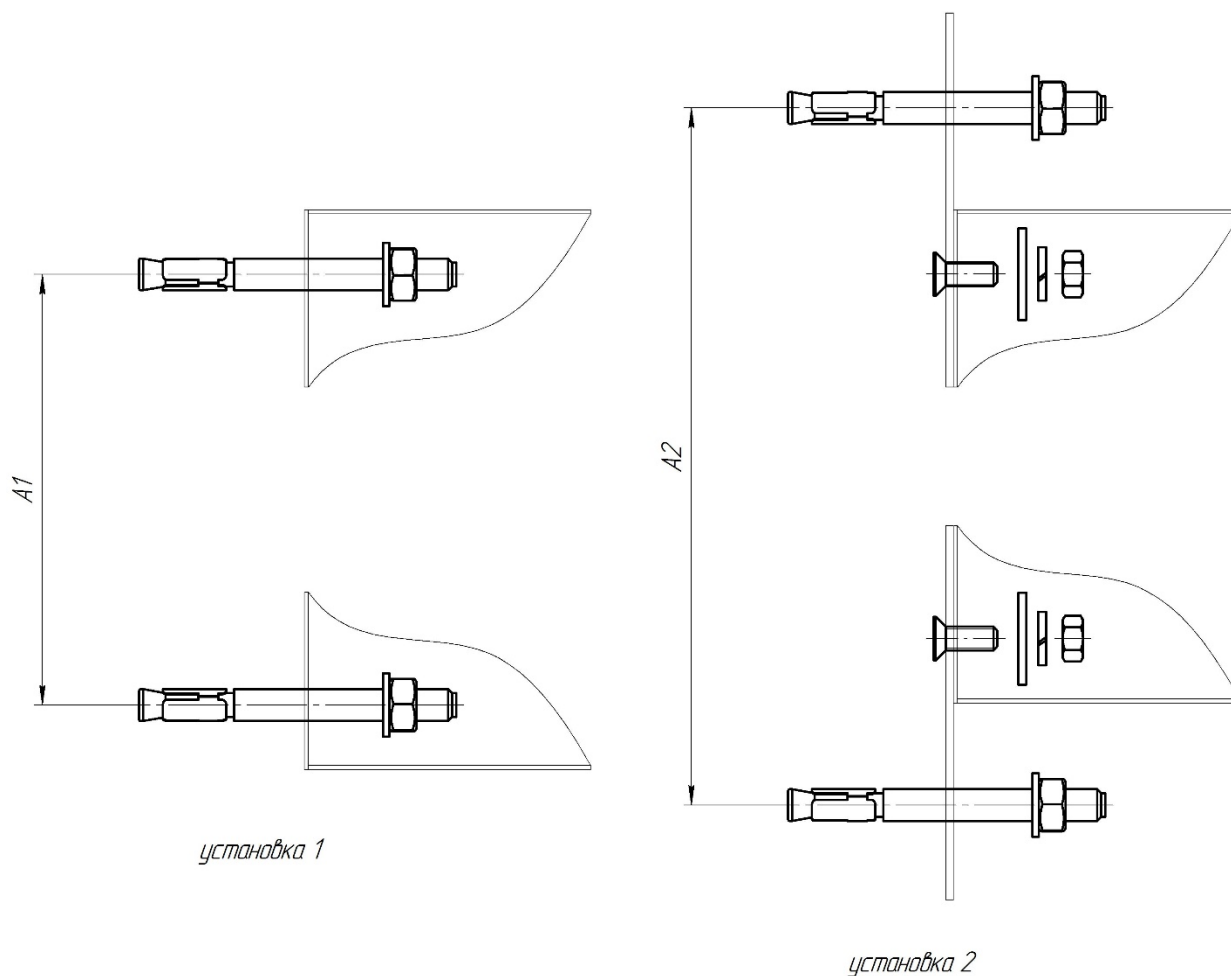

Рис.5
- Выбрать тип установки шкафа на выбор - см. Рис.5: